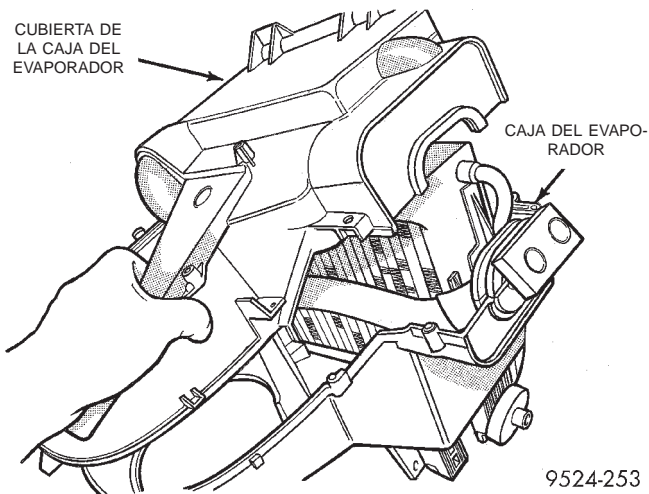

Fig. 90 Cubierta superior de la caja del evaporador
(20) Retire la cubierta superior de la caja del evaporador (Fig. 90).